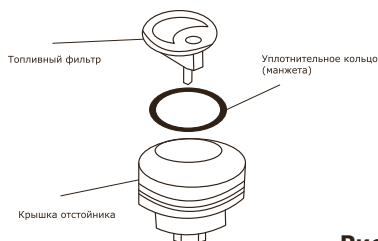

Рис. 28
- Очистите или продуйте сжатым воздухом и установите обратно фильтр и манжету (рис. 28);